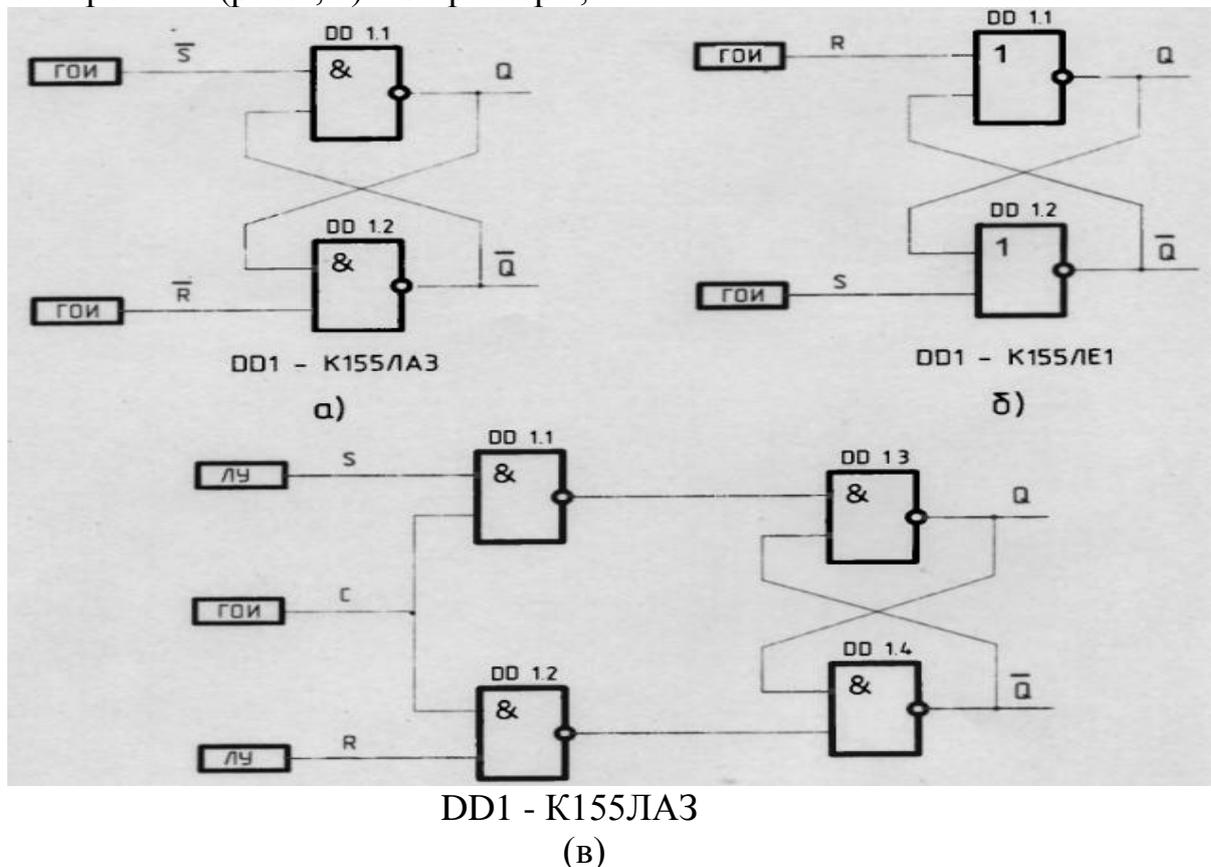

Рис. 1. Исследование работы асинхронных (а), (б) и синхронного (в) RS-триггеров.
- Исследуются асинхронные (рис.1, а, б) и синхронный (рис.1, в) RS-триггеры;